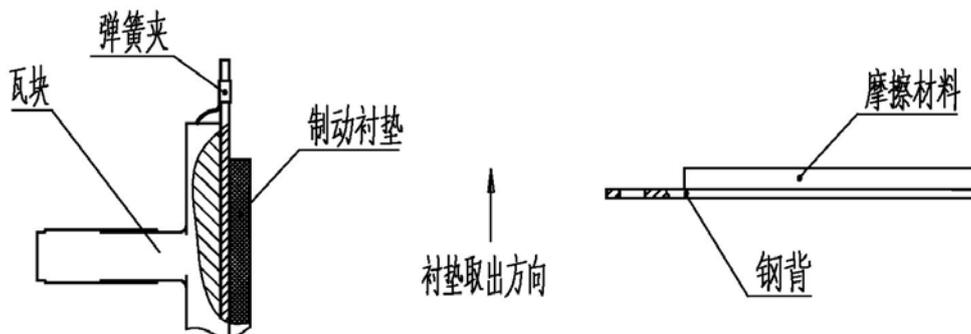

图 2.4-16 制动衬垫
更换步骤如下（参见图 2.4-16）：
- 2、将调整螺母（图2.4-9中的件20）旋松至最末端位置，旋进锁紧螺母A（件19）使制动臂开度最大，取下制动衬垫上端的弹簧夹，将制动衬垫掰离瓦块，沿制动盘方向向上即可将制动衬垫（件6）取出（参考图2.4-16）；